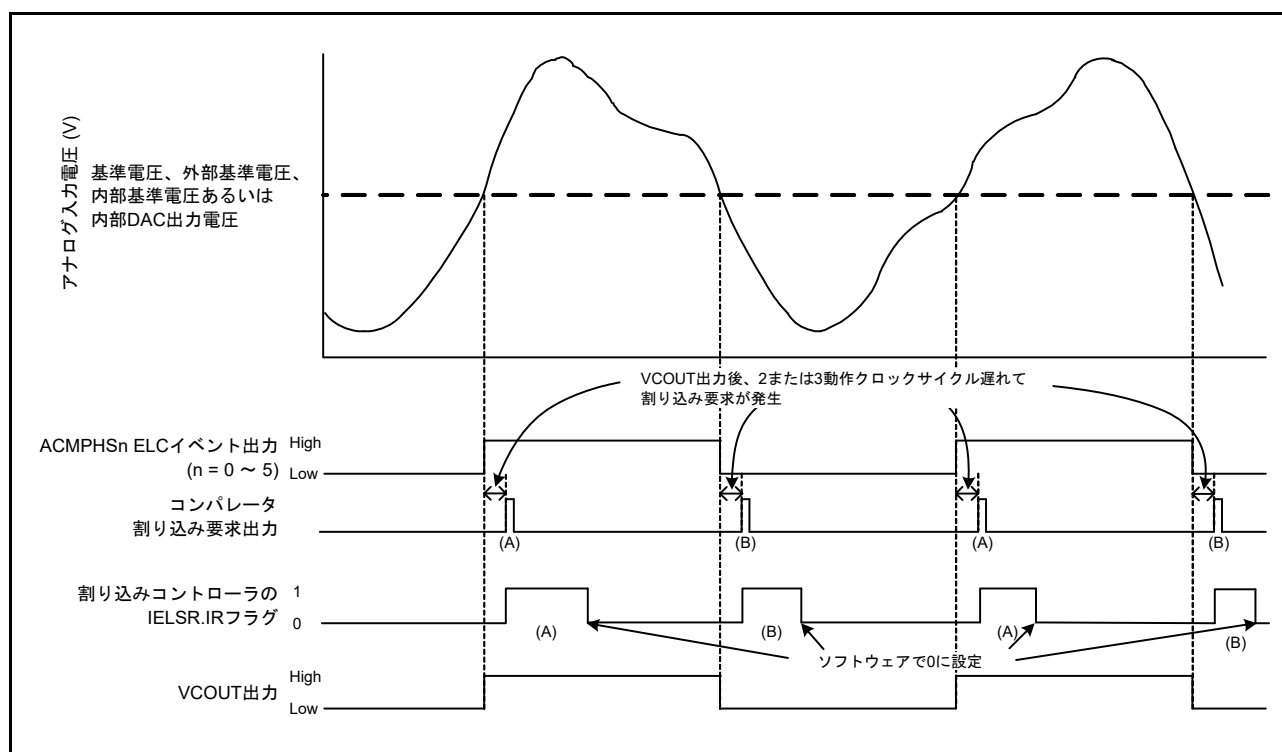

図 48.2 ACMPHS の動作例
ACMPHS の動作例を図 48.2 に示します。アナログ入力電圧が ACMPHS 基準入力電圧より高くなると VCOOUT 出力は 1 になり、低くなると 0 になります。ACMPHS 出力が変わると、割り込み要求および ELC イベントが出力されます。
図 48.2 は  $CPOE = 1$  (端子出力許可)、 $CDFS[1:0] = 00b$  (フィルタ不使用)、および  $CEG1 = CEG0 = 1$  (両エッジ検出を選択) の場合に適用されます。 $CINV = 0$ 、 $CEG0 = 1$ 、 $CEG1 = 0$  (ACMPHS からの非反転出力信号の立ち上がりエッジ検出を選択) の場合、IELSR.IR フラグは (A) で示されるように変化します。 $CINV = 0$ 、 $CEG0 = 0$ 、 $CEG1 = 1$  (ACMPHS からの非反転出力信号の立ち下がりエッジ検出を選択) の場合、IELSR.IR フラグは (B) で示されるように変化します。 $CPOE = 1$  の場合、VCOUT は ELC イベント出力を直接出力します。